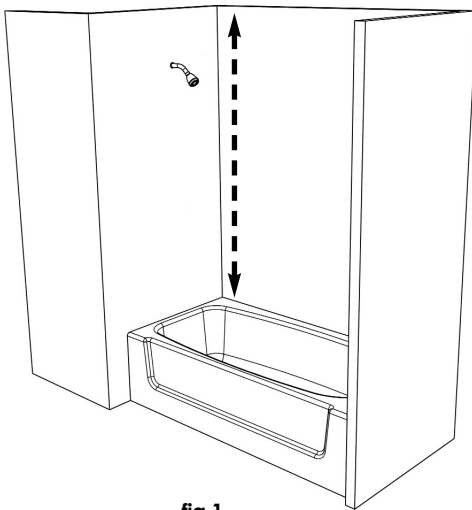

fig.1
Distance to Ceiling (see fig.1, 2) Distancia al cielorraso (ver fig.1, 2) Distance au plafond (voir les fig. 1,2)	Use Tubes (B), (D) as Needed Use los tubos (B), (D) según sea necesario Utiliser les tubes (B), (D) selon le cas